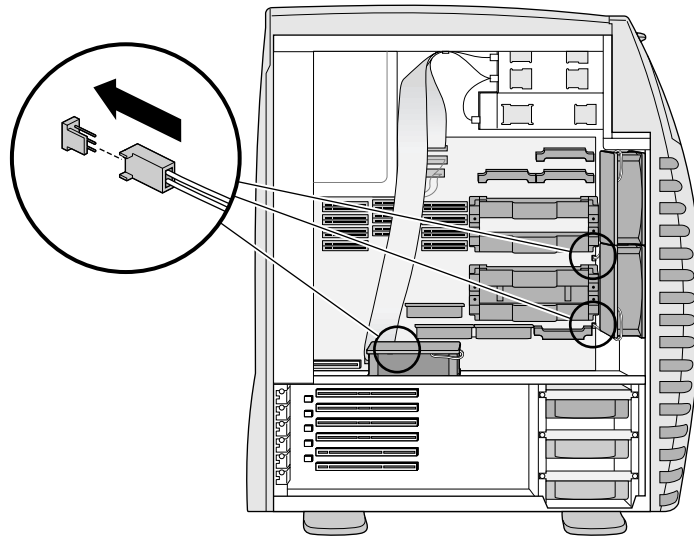

Figure 7-15 Installation du câble du ventilateur
6. Connectez le câble du ventilateur à la carte mère en suivant les indications de la Figure 7-15. Le connecteur a été conçu de sorte qu'il ne peut être inséré que dans un sens.